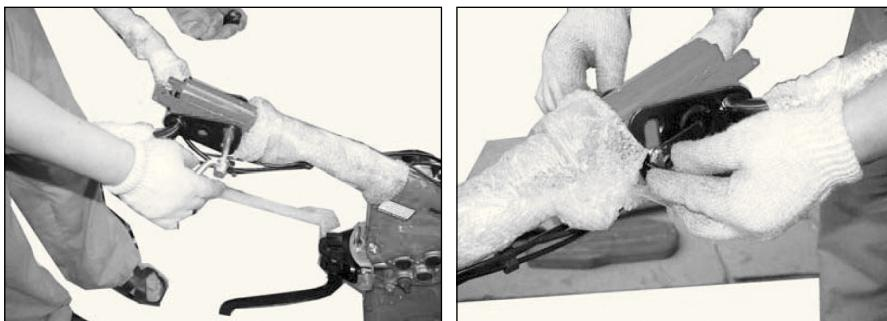

Рис. 6
5. Установите руль на опору, зафиксируйте болтом и гайкой (рис. 6).